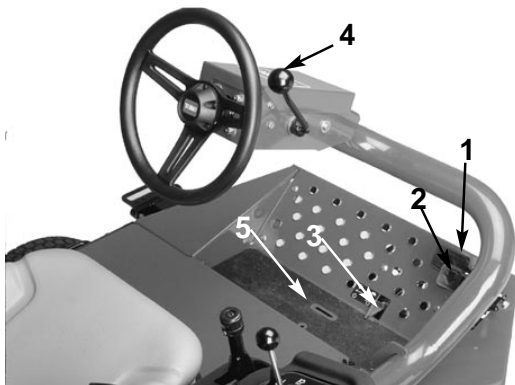

Fig. 7
**Kjørepdealer** (Fig. 7)—Trykk ned fremoverpedalen for å kjøre fremover, og bakoverpedalen for å kjøre bakover eller for å hjelpe til med å stoppe klipperen når den kjører fremover. Klipperen kan også stoppes ved at pedalen går til nøytralstilling.
**Klippe/transportbryter** (Fig. 7)—Skyv bryteren til venstre med hælen for transport av klipperen, og til høyre for å klippe. Klippeenhetene virker bare i sistnevnte stilling.
**Rattvinkelkontroll** (Fig. 7)—Trekk denne tilbake for å vippe rattet til ønsket stilling. Skyv den frem igjen for å låse rattet i stilling.